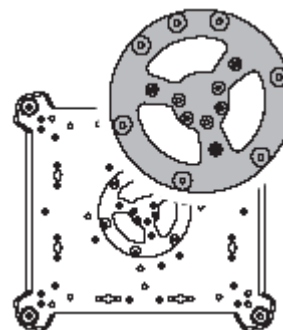

Рисунок 8. Место крепления страховочного троса
- См. рисунок 8. Установите страховочный трос, который одобрен в качестве страховочного крепления прибора, обернув его вокруг колеса для страховочного крепления в нижней части основания.